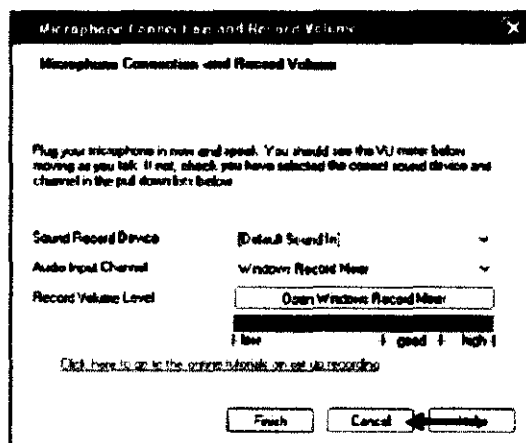

Figura 19
18. Debut Video Capture se abrirá justo después de la instalación y mostrará la pantalla que se muestra en la Figura 19. Haga clic en el botón "Cancel" y cierre el software Debut Video Capture. (Como no se capturan sonidos, no es necesario configurar los ajustes de micrófono/audio). Si tiene un micrófono incorporado o un micrófono independiente, puede conectar el dispositivo y continuar con la configuración de sonido.